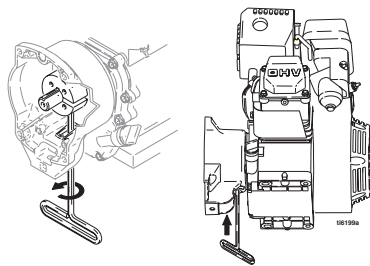

FIG. 9
3. FIG. 9. Tip motoren over på siden, således at benzintanken er nedad, og luftfilteret er opad.